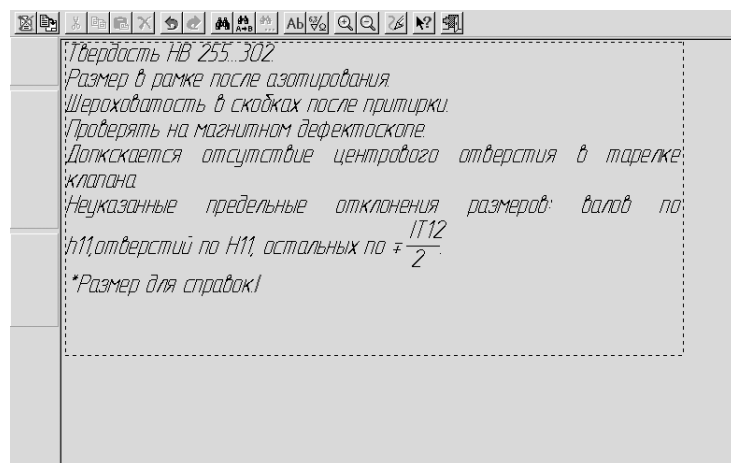

Рис. 4.38
23. Ввод технических требований. В строке меню нажмите следующую последовательность команд: **Компоновка > Технические требования > Ввод**. В поле чертежа, выделенном пунктирной линией, введите текст (рис. 4.38).